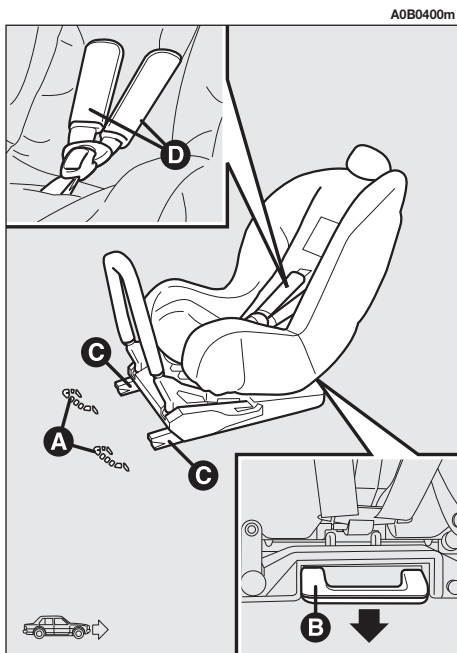

fig. 61
Per i bambini nel gruppo di peso **0, 0+** il seggiolino è rivolto all'indietro (per bambini fino a 13 kg di peso) ed il bambino è mantenuto dalle cinture dei seggiolini (**D-fig. 61**).
- assicurarsi che la leva di sgancio (**B-fig. 61**) sia in posizione di riposo (rientrata);